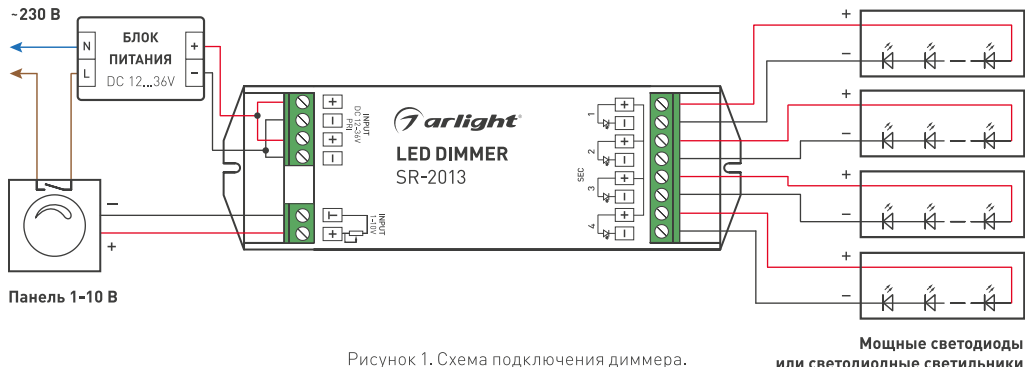

Рисунок 1. Схема подключения диммера.
- 3.3. Подключите светодиоды или другой совместимый светодиодный источник света к выходу SEC диммера, соблюдая полярность (см. Рисунок 1).